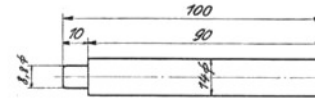

Bild 37. Maßskizze des Dornes, der bei KS-, SB- und NZ-Modellen zum Herausdrücken des Kolbenbolzens zu verwenden ist
21. Kolbenbolzen mit abgesetztem Spezialdorn II. Bild 37 herausdrücken, Kolben abnehmen, Zylinderfußdichtung abnehmen.
18. Kolbenbolzen mit abgesetztem Spezialdorn II. Bild 37 herausdrücken, Kolben abnehmen.